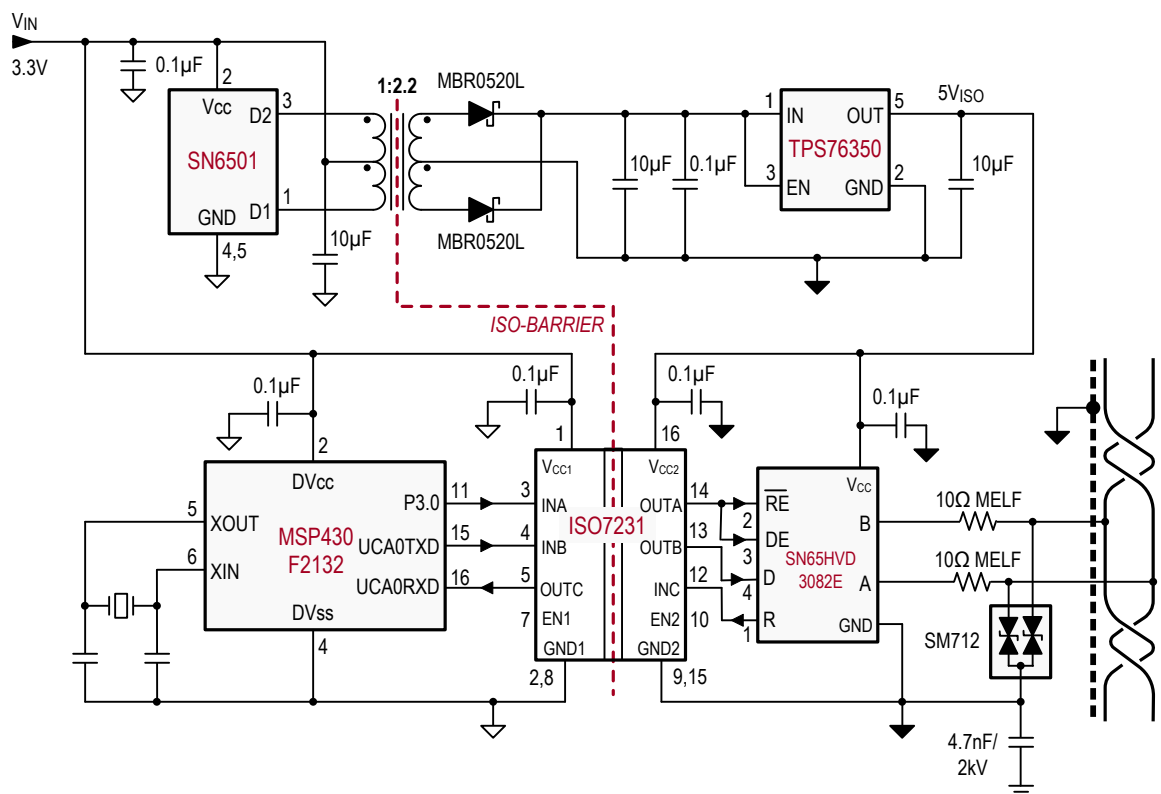

图 9-1. 隔离式 RS-485 应用电路
ISO7231 与德州仪器 (TI) 的混合信号微控制器、RS-485 收发器、变压器驱动器和稳压器相结合,可以创建一个隔离式 RS-485 系统,如图 9-1 所示。